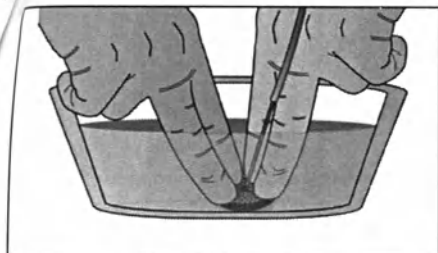

Fig. 09
Поместив на устройство (D), поместите его в гепаринизированный физиологический раствор (1 МЕ/1 мл) для удаления пузырьков воздуха из мембран (рис. 09).